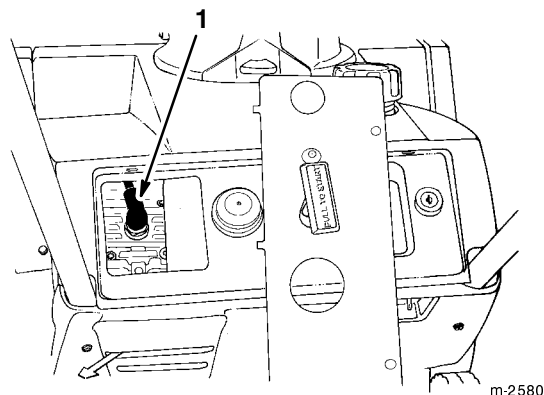

Figure 17
4. Débranchez et déposez la bougie (Fig. 17).
5. Débranchez la bougie (Fig. 17).